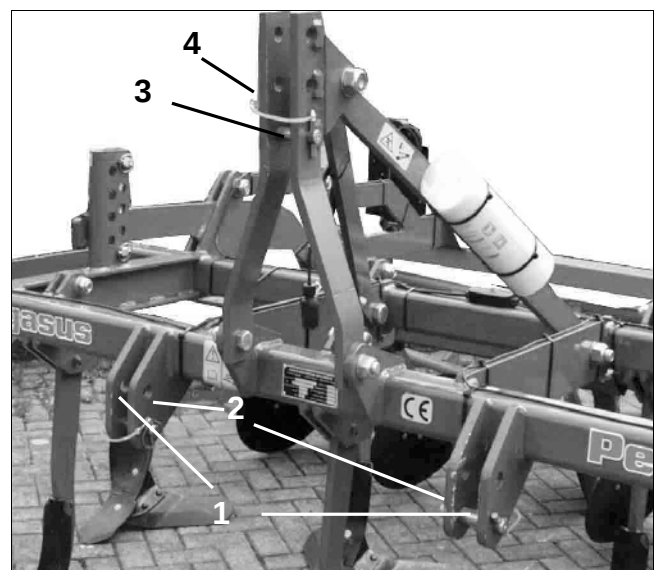

Fig. 8
- Anslut traktorns dragarmar till de undre anslutningarna på maskinen (Fig. 8/1), säkra med fjädersprintarna (Fig. 8/2).
- Anslut traktorns toppstång till maskinens toppstångsfästning med toppstångssprinten (Fig. 8/3), säkra med fjädersprint (Fig. 8/4).